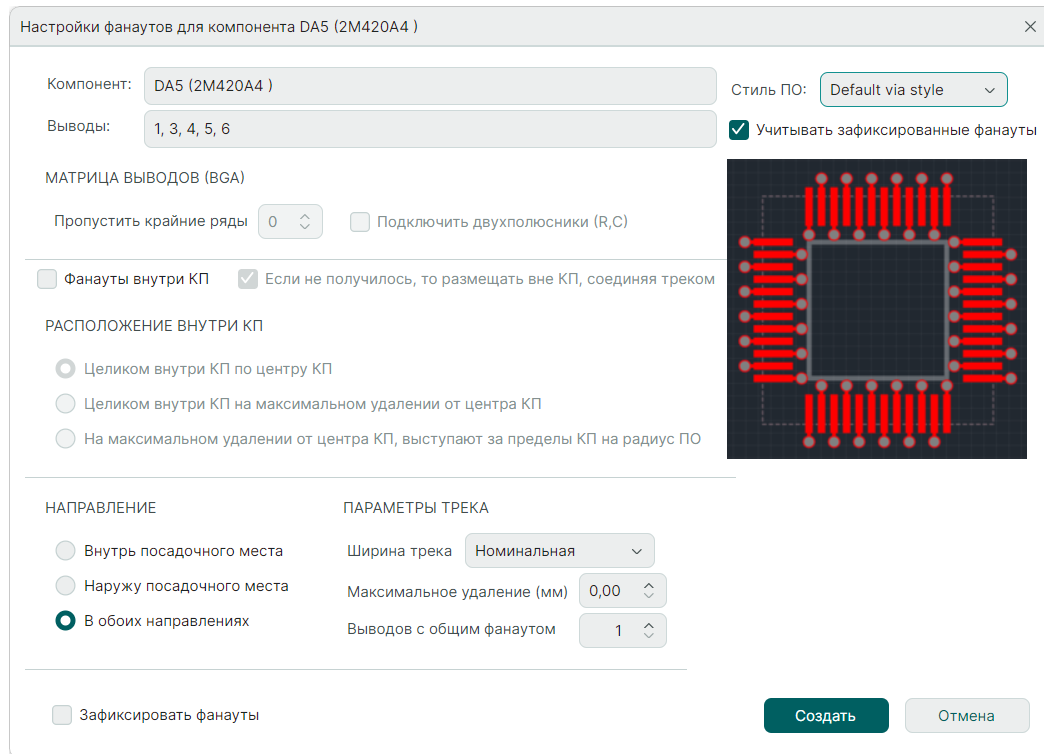

Рис. 298 Окно «Настройки фанатов»
3. Задайте нужные параметры построения фанатуов в окне «Настройки фанатуов» и нажмите кнопку «Создать», см. Рис. 298. Подробное описание настроек построения фанатуов приведено в разделе Настройки построения фанатуов для разных типов ПМ.